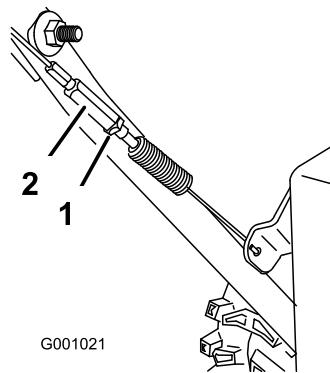

Figure 39
3. Resserrez l'écrou de blocage (Figure 39).